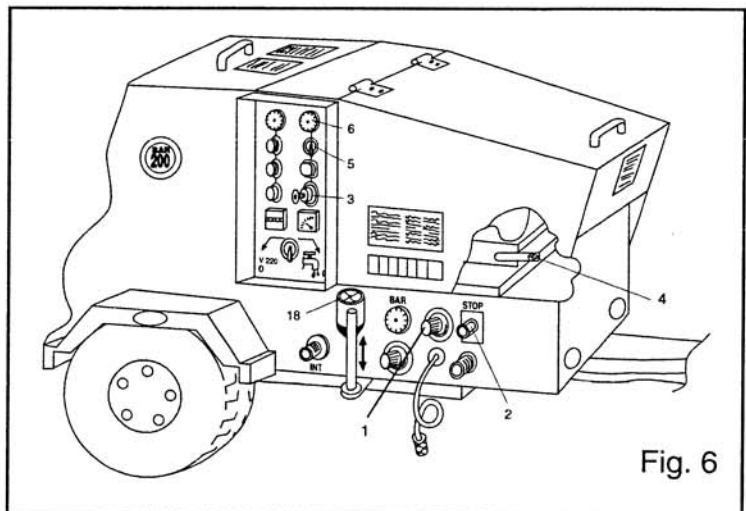

Fig. 6
- A. Controlar que la detención manual del motor diesel se encuentre en la posición "cerrado" (Fig. 6 - pos. 2).
- C. Encender el interruptor del quemador colocado en el cuadro de controles (Fig; 6 - pos. 5), la Hidrolimpiadora está en condiciones de erogar agua caliente en presión (elegir la temperatura que se desee por medio del termóstato graduado en el cuadro de controles), (Fig. 6 - pos. 6).
- E. La detención de la unidad con el motor diesel se obtiene devolviendo la llave de puesta en marcha en la posición "cero" (Fig. 6 - pos. 3), accionar (tirando) la palanquita del encendido de la detención diesel (Fig. 6 - pos. 2). Cerrar el sistema de aspiración detergente algunos minutos antes de apagar la Hidrolimpiadora ya que así se evitará de dejar residuos de producto químico en ésta, de igual modo desactivar también, minutos antes de apagar la Hidrolimpiadora, el quemador ya que el agua demasiado caliente provoca incrustaciones calcáreas en el serpentín.
2.5.2 *Lavado con mucha presión:* la salida del detergente por la lanza rociadora para lavar se obtiene obrando en la llave de aguja para el detergente (Fig. 6 - pos. 1), debajo del cuadro de controles. (A petición.)
2.9.3 Obrando en el pomo de regulación de la temperatura (termóstato), colocado en el cuadro de controles, se obtiene la regulación de la temperatura deseada (Fig. 6 - pos. 6).